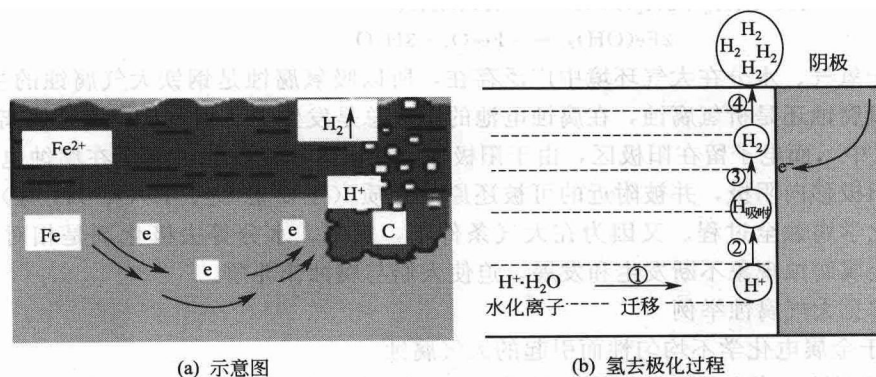

图 3-3-2 析氢腐蚀
① 析氢腐蚀 这里，铁为阳极，铁中的杂质（主要是钢铁中的 C）为阴极（图 3-3-2）。由于铁与杂质直接接触，等于导线连接两极而成为通路。